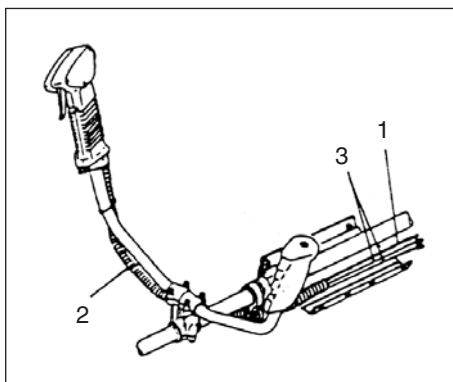

Fig. 1-3
Sett stoppesnoren (3) og gasswiren (1) gjennom beskyttelsesrøret (2). Hekte deretter løs hoftepaden og surr inn den beskyttede stoppetråden og gasswiren (1) til den (fig. 1-3).